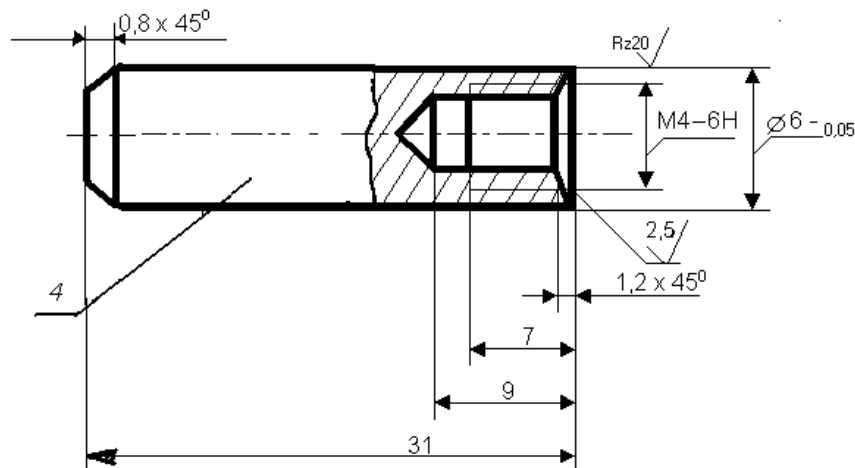

Рис. 4. Креслення електрода для датчика.
3.9. Електроди датчика виготовлені із сталі Ст20 і взаємозамінні для всіх датчиків. Діаметр електрода 6 мм, довжина – 30 мм (рис. 4).
6.1. Будова датчика та пов'язаних з ним деталей. Датчик (рис. 5) виготовлений у вигляді утримувача із нержавіючої сталі, що вводиться в трубопровід через лубрикатор (сальникове ущільнення). На кінці утримувача нагвинчені циліндричні електроди з застосуванням ущільнювальних кілець. Поверхня електродів зачищена наждаковим папером середньої зернистості (5 клас шорсткості (R_z20)). Електроди одноразового використання, термін їхньої служби – до 3 років при значеннях швидкості корозії не більше 0,1 мм /рік. Креслення електрода приведене на рис. 4. Датчик монтується безпосередньо в трубопровід з корозійно-активним струмопровідним рідким середовищем (мінералізація не менше 150 мг/л (150 ppm)).